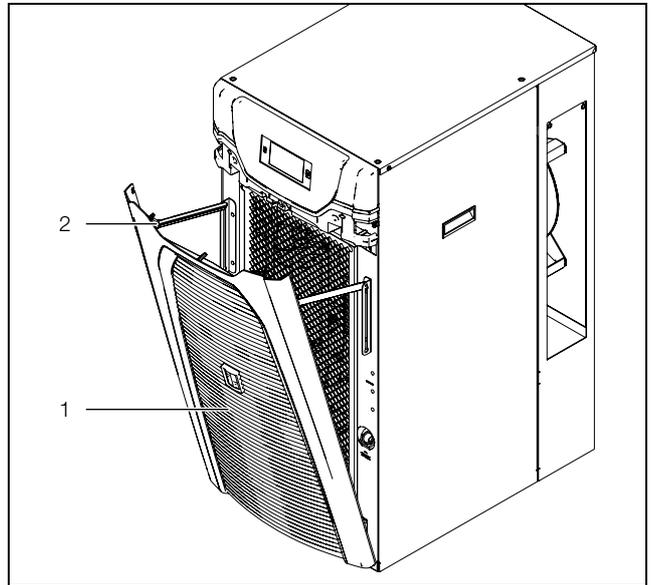

Fig. 35 : ouvrir la grille à lamelles 3334400
- Ouvrir la grille à lamelles sous le bandeau afficheur vers l'avant (fig. 35, pos. 1).